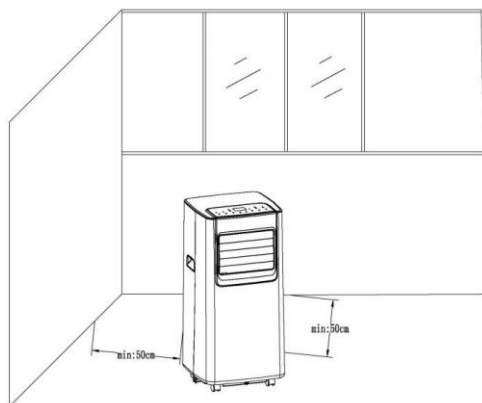

Fig. 2
- 1) Déplacez la machine avec le tuyau devant la fenêtre. La distance entre l'appareil et les murs ou tout autre objet doit être de 50 cm minimum (comme indiqué sur la Fig.2).